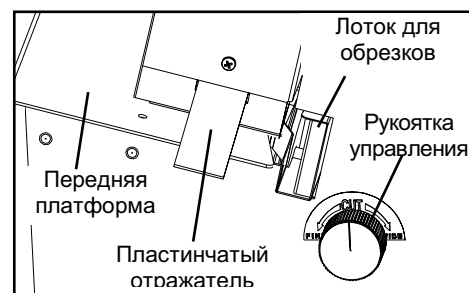

Рисунок 2
- \* Транспортное колесо (не показано), еще одна особенность модели 62002, выступает в качестве еще одного средства, гарантирующего то, что имеющие превышающие размеры конверты будут перемещаться в направлении вовнутрь на переднюю платформу (рис. 2).
- \* Задерживающее колесо (C) предотвращает защемление на загрузочной стороне. По причине того, что оно является подпружиненным, чем массивнее оказывается конверт, тем большее давление оказывается задерживающим колесом. Таким образом обеспечивается эффективное предотвращение одновременного попадания более одного конверта.
Изготовленные из прецизионной стали самозатачивающиеся ножи (E) отрезают полосу установленного размера от каждого конверта, независимо от того, подаются они лицевой стороной вверх или вниз. Рукоятка управления справа (смотри рис. 2) обеспечивает регулировку ножа и дает возможность оператору варьировать ширину отрезаемой полосы от широкой до узкой.
Внутренние зоны большинства машин являются недоступными без снятия всего рабочего узла. Модель 62002 отличается такой особенностью, как наличие не имеющей аналогов разъемной платформы, при помощи которой разрешается данная проблема. Данная платформа разделяется в продольном направлении на две половины, переднюю (смотри рис. 2) и заднюю. Передняя половина является съемной, что облегчает чистку, осмотр и ремонт внутренних зон конвертовскрывающей машины.
Это является только одноразовой установкой. Найдите пластиковый пакет внутри транспортной картонной коробки. В нем находится никелированный пластинчатый отражатель и винт. Необходимо просто прикрепить снаружи в точке, как показано на рисунке. (смотри рис. 2)
Нижний поддон просто помещается на выходной стороне машины в положение для приема обработанных конвертов по мере того, как они выталкиваются из машины (для размещения смотри рис. 1). Бункер для обрезков находится в узкой нише нижнего поддона. Затем весь узел выставляется таким образом, чтобы внутренняя передняя стенка бункера для обрезков упиралась в переднюю кромку выступающего буртика лотка для обрезков (смотри рис. 2).
Проверьте рукоятку управления (рис. 2) для определения требуемой ширины отрезаемой полоски, от широкой до узкой. Резание должно быть достаточно глубоким для того, чтобы обеспечивать чистое открывание конвертов, но достаточно тонким, чтобы гарантировать, что нож не будет контактировать с таким внутренним содержимым, как чеки и платежные поручения и т. п., а также монетами, скобами и скрепками для бумаг. Удостоверьтесь в том, что машина находится в выключенном состоянии (OFF), на что указывает символ «O» на выключателе электропитания. Включите вилку машины в соответствующую розетку питания.